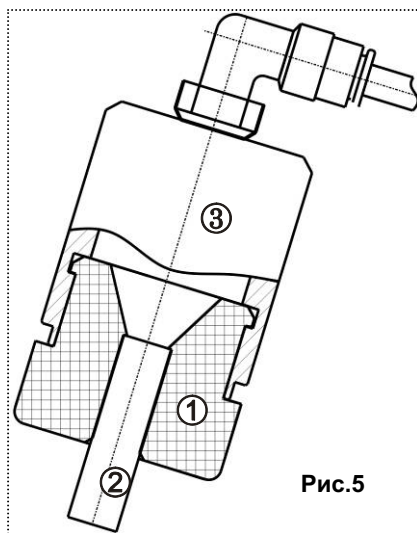

Рис.5
**замена сопла** (рис.5) - вынуть носовую втулку (1), вытянуть изношенное сопло (2), слегка поворачивая его вокруг своей оси. Продуть сжатым воздухом носовую втулку и внутреннюю поверхность корпуса (3). Установить до упора новое сопло во втулку и втулку в корпус СП.